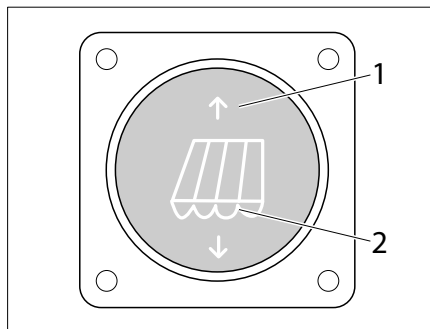
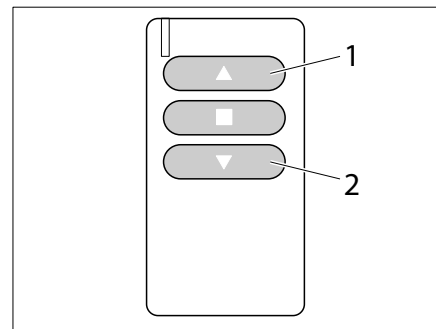

Bild 39 Schalter für Markise, elektrisch
Bild 40 Handsender für Markise, elektrisch
Die Markise ist auch in einer elektrisch angetriebenen Ausführung erhältlich. Die Steuerung erfolgt über den Schalter (Bild 39) oder über einen Handsender (Bild 40).
- Taste (Bild 39/1) bzw. Taste (Bild 40/1) drücken. Die Markise fährt ein.
- Taste (Bild 39/2) bzw. Taste (Bild 40/2) drücken. Die Markise fährt aus.